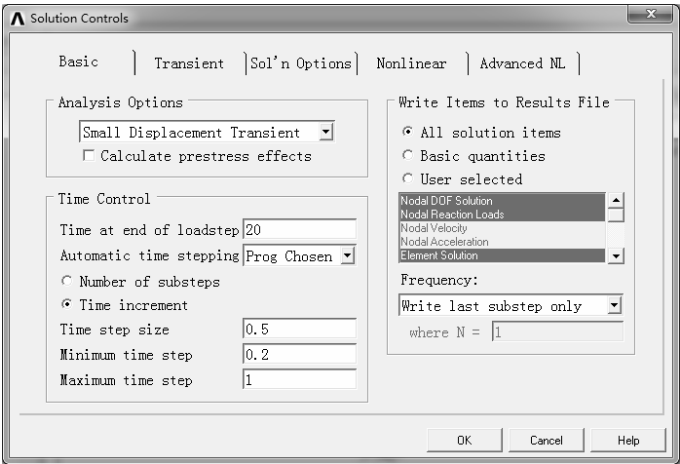

图 7-244 “Basic”选项卡
1) 选择“Main Menu>Solution>Analysis Type>Sol’n Controls”命令，弹出“Solution Controls”对话框的“Basic”选项卡，在“Time at end of loadstep”（载荷步结束时间）文本框中输入 20，选中“Time increment”选项，在“Time step size”文本框中输入 0.5，在“Minimum time step”文本框中输入 0.2，在“Maximum time step”文本框中输入 1，如图 7-244 所示。